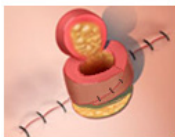

Figura 3
13. Suture el colgajo en el interior de un silo del tamaño adecuado, utilizando sutura no reabsorbible o de reabsorción lenta, como se muestra en la figura 3. Evite estirar o tensar el colgajo cutáneo al suturarlo.